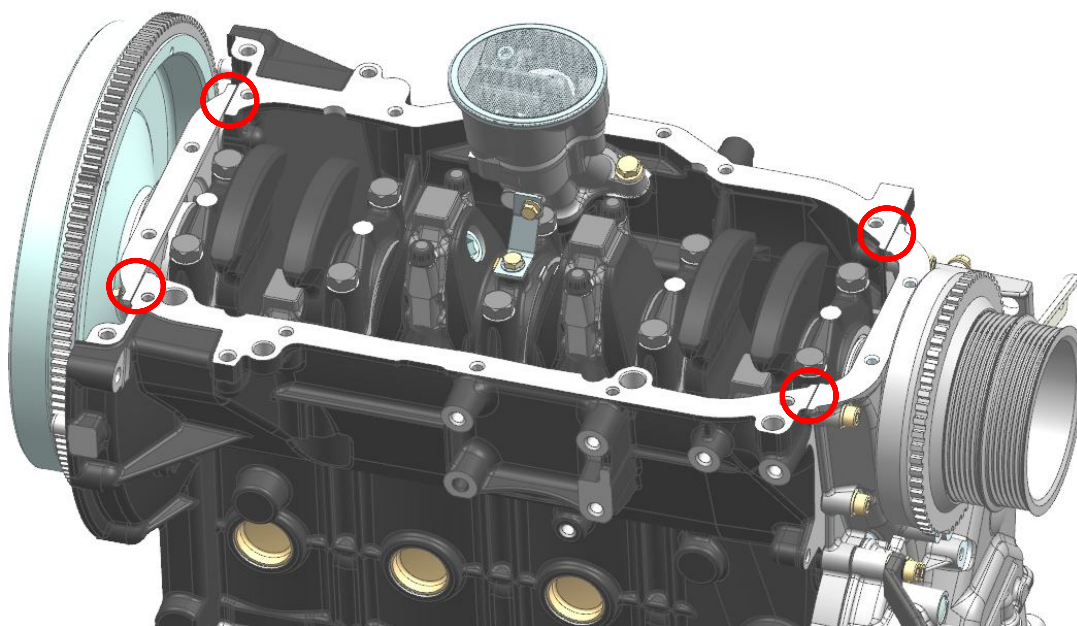

Рис.163. Места среза прокладок
**14.** Срезать выступающие над плоскостью блока, крышки цепи и сальникодержателя выступающие концы прокладок крышки цепи и прокладки сальникодержателя (рис.163).